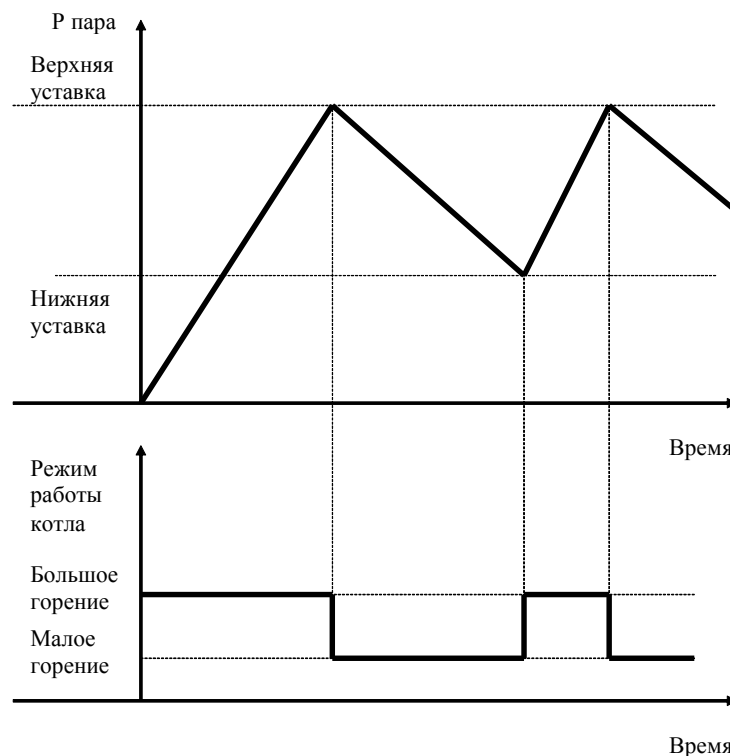

Рисунок 2
- по температурному графику, приведенному на рис.2.
На Рисунок 2 изображен принцип работы позиционного управления мощностью парового котла. При достижении давления пара величины верхней уставки регулирования, котел переводится в режим малого горения. При уменьшении давления пара меньше нижней уставки регулирования, котел переводится в режим большого горения.